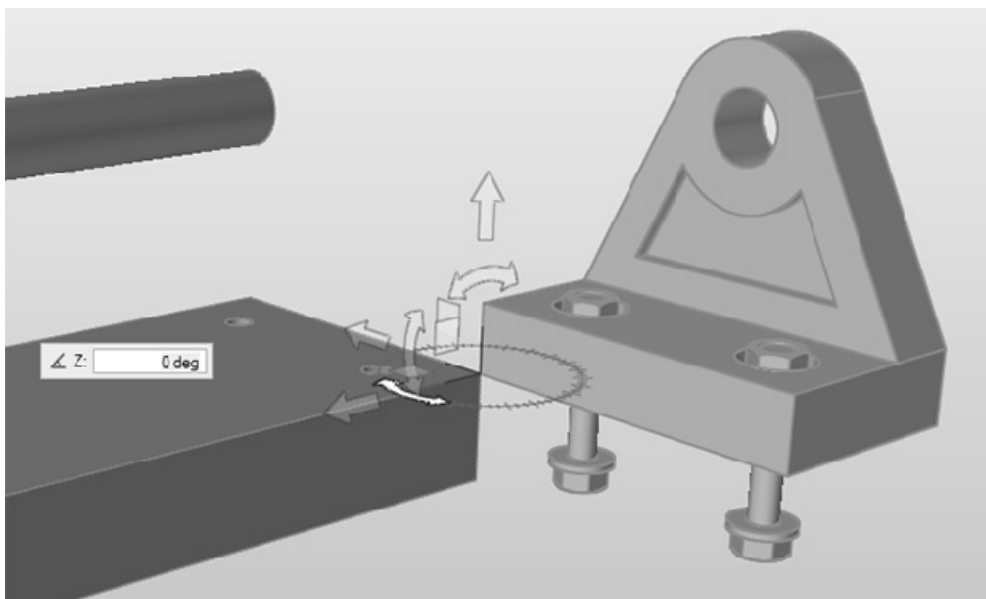

图 3-28
8) 单击并选中工具的 Z 旋转器, 如图 3-28 所示。